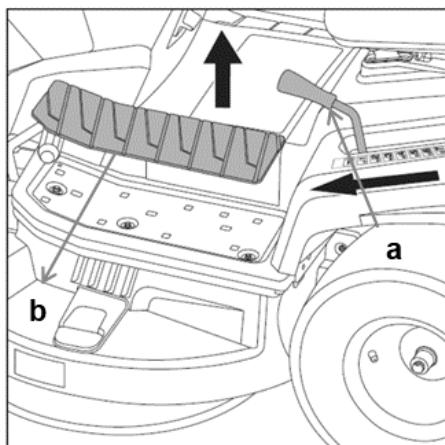

Fig.24A
3. Sollevare l'altezza del piatto di taglio nella posizione più bassa spostando la leva di sollevamento del piatto (a). (Fig.24A)
4. Rimuovere il pedale (b) per sostenere il piede con l'aiuto di un utensile (Fig.24A).